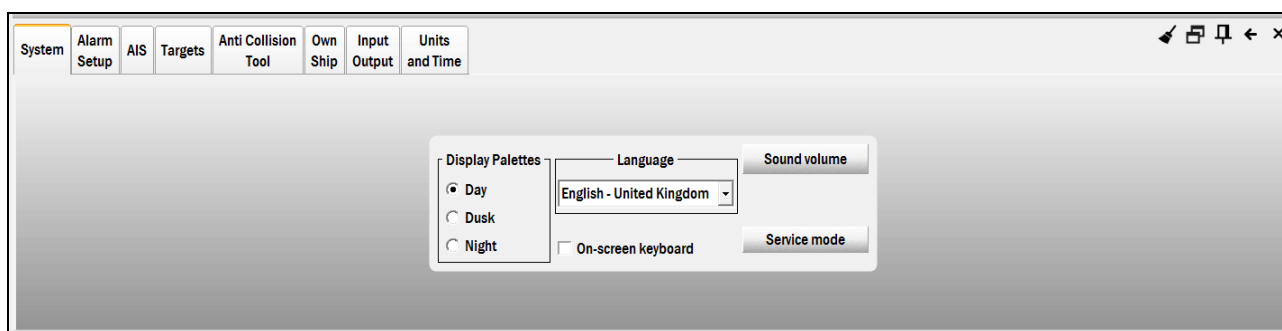

Figure 13 The **Config-System** tab
1. Open the **Config → System** panel, Figure 13.